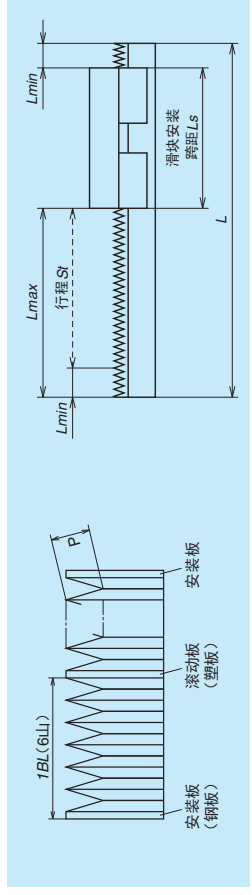

图 7.10
- 如图 7.10 所示, 波纹管由六个折合成 1 段 (BL)。由该 BL 的整数数确定行程。